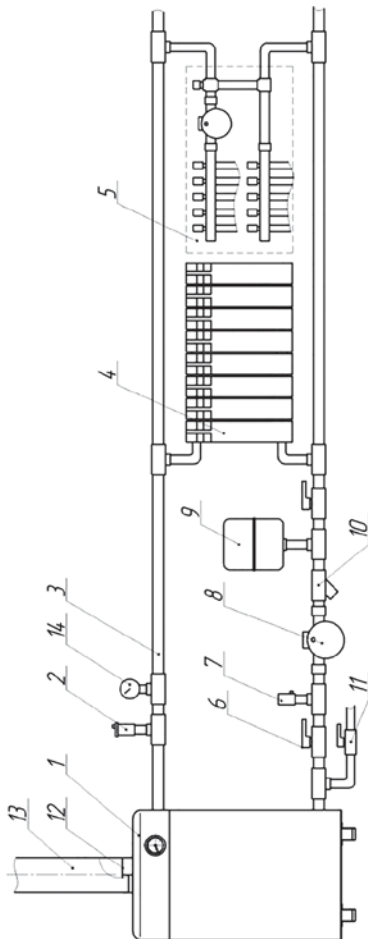
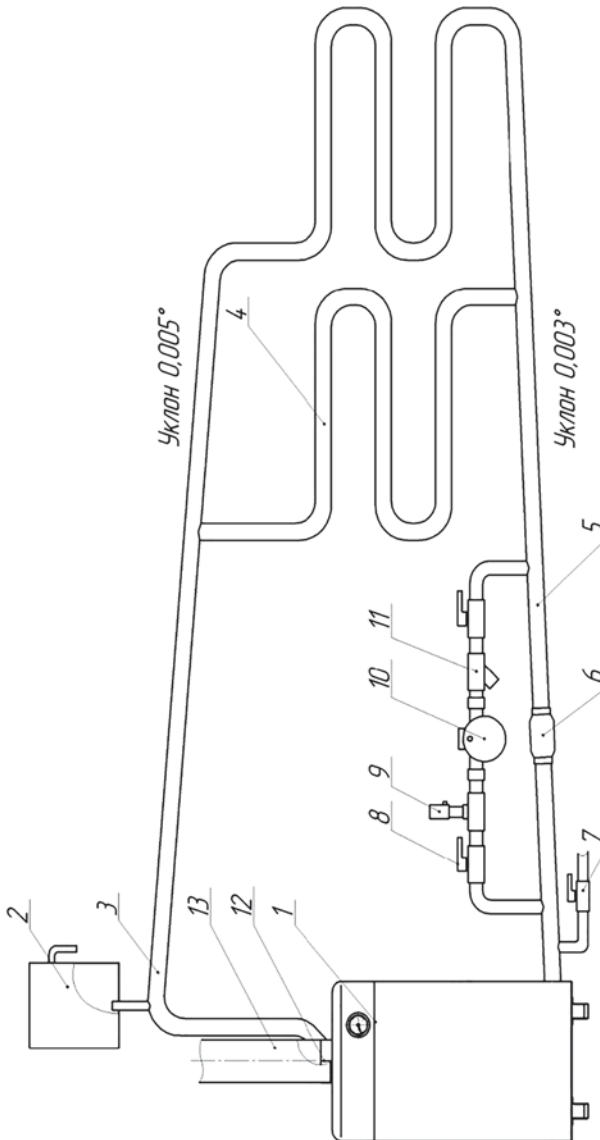

Рисунок 3. Рекомендуемая схема закрытой системы отопления.
Рисунок 4. Рекомендуемая схема открытой системы отопления.
- 8.4. Система должна быть полностью заполнена теплоносителем, автоматический вывод воздуха происходит по средствам воздушного клапана (поз.2 рис.3), вывод воздуха из радиаторов отопления (поз.4 рис.3) осуществляется вручную при заполнении системы и перед началом отопительного сезона. В открытой системе отопления вывод воздуха происходит через расширительный бак (поз.2 рис.4).
- 8.5. Смесительно-распределительный узел системы «теплый пол» (поз.5 рис.3) позволит более четко контролировать температуру теплоносителя во всех ветках системы.
- 8.6. Подготовка циркуляционного насоса (поз.8 рис.3; поз.10 рис.4) к работе и его техническое обслуживание:
- 8.7. При работе системы отопления краны (поз.6 рис.3) на трубопроводе должны быть открыты.
- 8.8. В обратный трубопровод отопления присоединяется расширительный бак закрытого типа (поз.9 рис.3). Подбор расширительного бака необходимо вести с учетом объема теплоносителя в котле плюс в отопительной системе, принять бак объемом не менее 10% от этой суммы. Установку бака открытого типа (поз.2 рис.4) рекомендуется осуществлять в подающий трубопровод.
- 8.9. Обязательно в закрытую систему установить предохранительный клапан (поз.7 рис.3) с величиной срабатывания не более 0,15 МПа и манометр (поз.14 рис.3), допускается установка компонентов в составе группы безопасности.
- 8.10. Для заполнения и подпитки системы к обратному трубопроводу подвести трубопровод от водопровода холодной воды с установкой вентиля (поз. 11 рис.3; поз. 7 рис.4).
- 8.11. При первом заполнении системы по показанию манометра (поз. 14 рис.3) наберите давление 0,05-0,1 МПа, при работе и нагреве котла это число возрастет. При заполнении открытой системы следите за уровнем теплоносителя в расширительном баке (поз.2 рис.4), уровень должен составлять 1/3 объема бака, при нагреве уровень увеличится.
Примечание: Автоматический переход с принудительной на естественную циркуляцию теплоносителя произойдет в случае установки под байпас обратного клапана (поз.6 рис.4), если установлен вентиль, то переход осуществляется открытием вентиля.
- 9.1. При присоединении дымоотводящего канала к котлу, труба (поз. 13 рис.3) должна плотно одеваться на обечайку (поз. 12 рис.3) дымохода котла. Допускается уплотнить щель огнестойким материалом (глина, базальтовый картон и т.п).